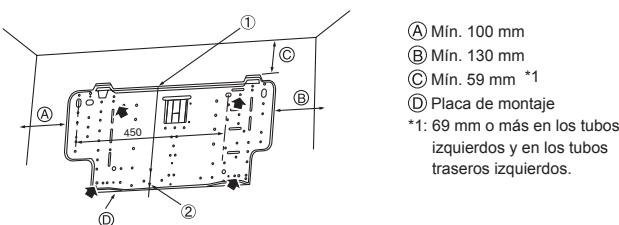

Fig. 3-3
- ▶ El soporte de montaje se fijará por ambos extremos y por el centro, si es posible. No lo fije nunca por un solo punto o de manera asimétrica. (Si es posible, sujeté el soporte por todos los lados marcados con una flecha gruesa.) (Fig. 3-3)